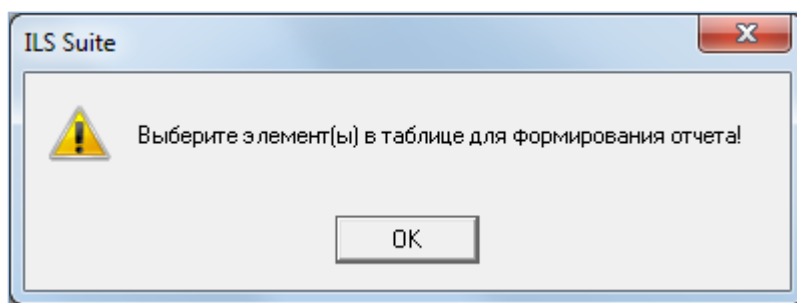

Рис. 10-74 – Информационное сообщение
- 4) В случае если элемент структуры не выбран, отображается информационное сообщение (рис. 10-74). Нажать кнопку «ОК», затем выбрать элемент структуры и нажать кнопку «Логистическая структура изделия» на вкладке «Отчеты».
4) В случае если элемент структуры не выбран, отображается информационное сообщение (рис. 10-74). Нажать кнопку «ОК», затем выбрать элемент структуры и нажать кнопку «Перечень LRU и SRU» на вкладке «Отчеты».